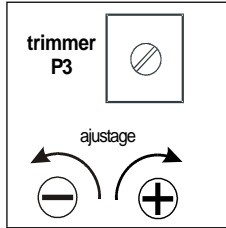
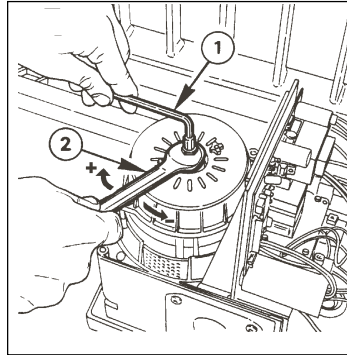

fig. 1
fig. 2
**a** - Placez l'embrayage mécanique (**Fig. 2**) au maximum et ajustez le réglage électronique de couple (**Fig. 1**) - (recommandée).
**b** - Placez au maximum le réglage électronique de couple (Fig. 1) et ajustez l'embrayage mécanique (Fig. 2).